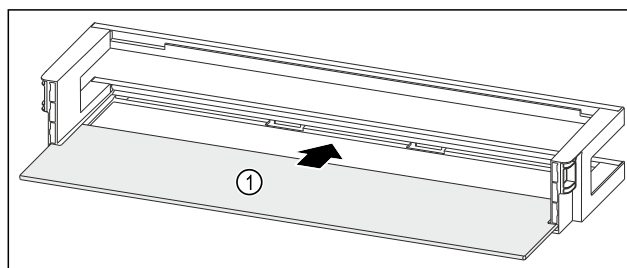

Fig. 66 Riiuliga ukseriulid
- Lükake riiul Fig. 66 (1) külgmistesse väljalõigetesse.